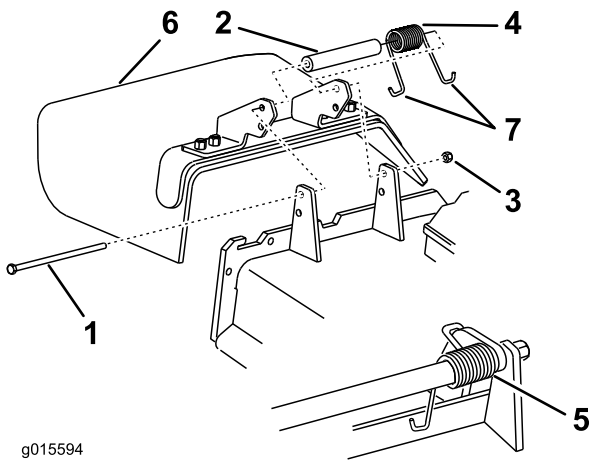

Figure 89
1. Retirez le contre-écrou, le boulon, le ressort et l'entretoise qui fixent le déflecteur aux supports de pivot (Figure 89).
Remarque: Prenez soin de placer une extrémité en J du ressort derrière le bord du plateau avant de mettre le boulon en place, comme montré à la Figure 89.
6. Accrochez 1 extrémité en J du ressort au déflecteur d'herbe (Figure 89).